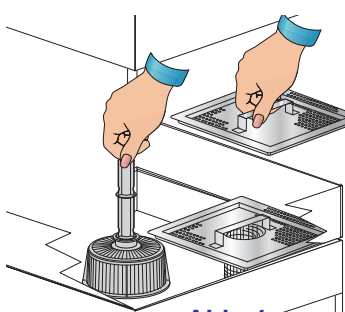

Abb. 1
- Kontrollieren, ob sich der Saugfilter der Pumpe ordnungsgemäß in seinem Sitz am Boden des Spülraums befindet (siehe Abb. 1).
- Das Überlaufrohr in seinen Sitz im Pumpensaugfilter schieben (siehe Abb. 1).
- Falls vorhanden, Oberflächenfilter einsetzen (siehe Abb. 1).